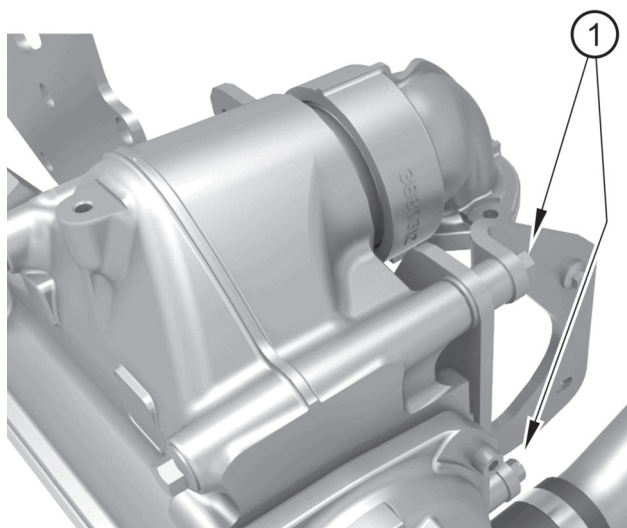

Figura 25
4. Quite los tornillos que sujetan el conjunto en la parte trasera (figura 25, elemento 1).